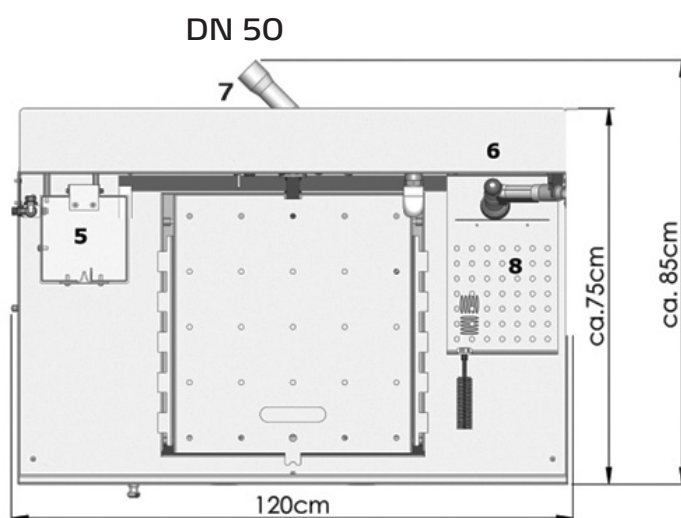

Fig. 2
- Nettoyage des outils sur la station de nettoyage de pinceaux (fourniture avec le kit ColorFree top) (8) fig. 2, 7